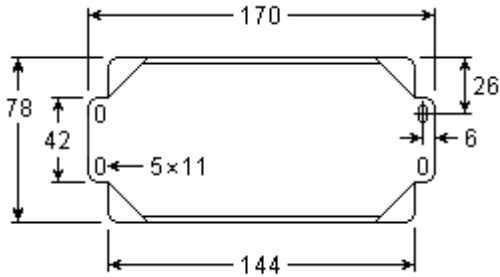

図2. ベース部寸法図 (mm)
①取付
- 1) センサ本体を所定の場所に設置します。(図2参照)